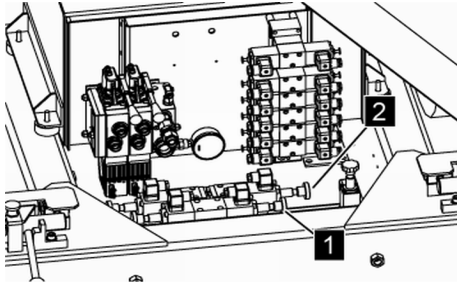

Fig. 138: Vannes à deux voies
4. → Pour la commande des appuis, verrouiller les vannes à deux voies (Voir la Fig. 138/1 et 2).